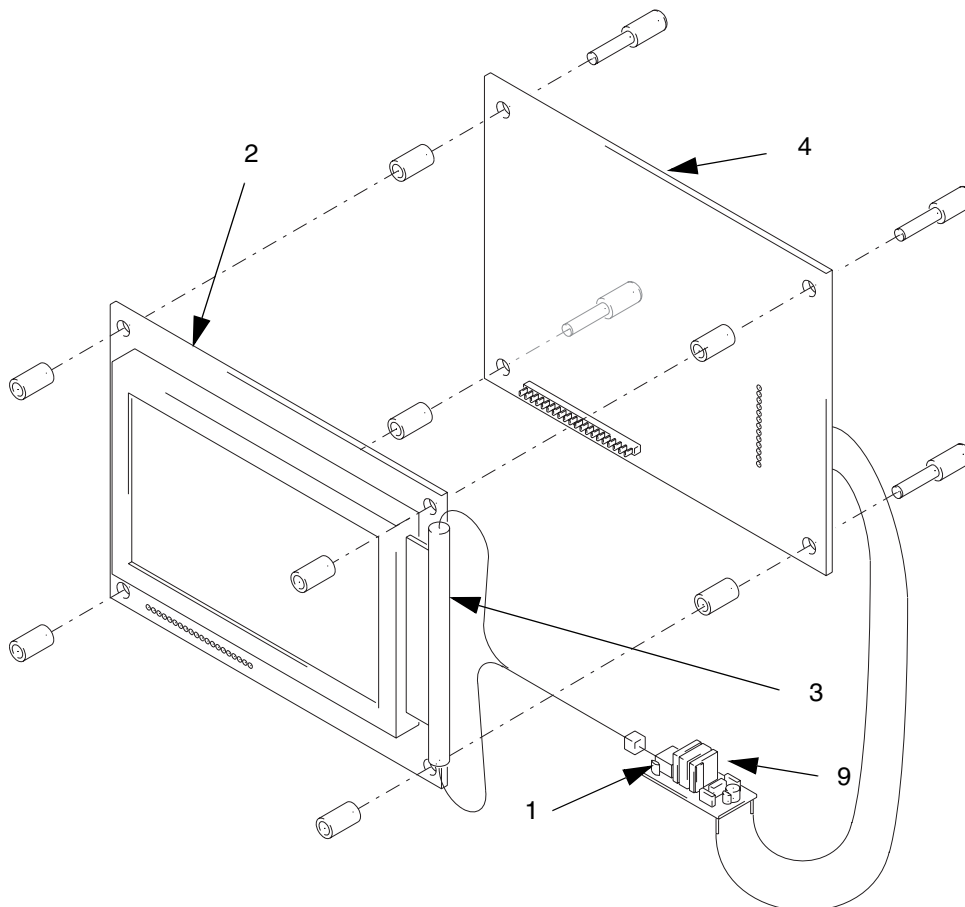

FIG. 25
Antes de substituir a luz posterior, verifique se o inversor (9) tem a voltagem adequada, desligando o conector da luz posterior (1), ligando o PFlo LT e medindo cuidadosamente a voltagem de CA ao longo dos dois pinos do inversor. Consulte a FIG. 25. A voltagem deve ser de aproximadamente 700 VCA. Se não for, substitua o inversor.
4. Retire o cabo de fita da placa (4), fazendo-o deslizar para o exterior do conector. Repare na posição do cabo no conector. A seta indica o pino #1, volte a ligar mais tarde com o pino #1 engatado.
5. Desligue os restantes conectores da placa e tome nota das respectivas localizações. Desligue o conector (1) proveniente da lâmpada posterior.
8. Remova os dois pequenos parafusos que seguram a luz posterior (3) ao visor (2) e faça deslizar a luz posterior para fora do visor.